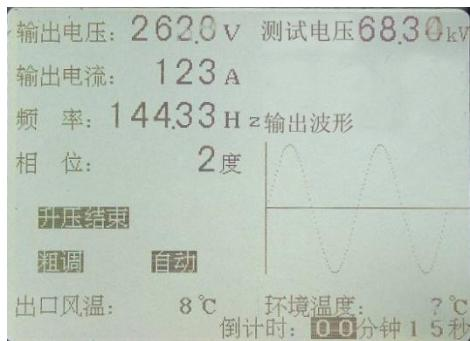

图 29 变频电源装置自动升压完成后的显示
8.2.4 当到达试验电压时，屏幕提示“升压结束”，倒计时会自动启动。当距离计时结束还有十秒时，控制箱将发出报警声，并且屏幕上的倒计时会闪动(见图 29)。试验时间到了，系统会自动降低电压至零，然后切断高压回路电源，最后停止风扇工作。